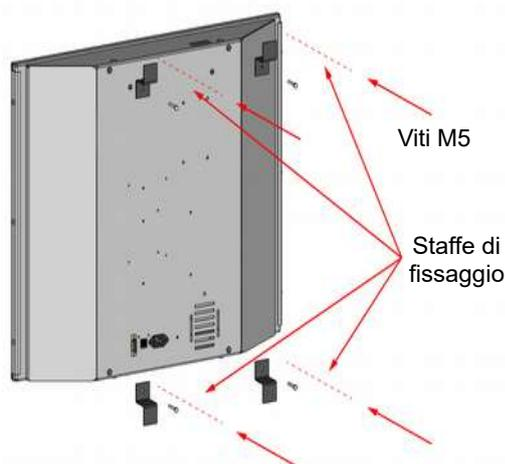

Fig. 3.1: Staffe di fissaggio per FS-24s-1
3. Portare a terra il tabellone togliendolo dalla sua struttura di sostegno sopra il canestro. Due esempi di fissaggio sono riportati in Fig. 3.1 e 3.2.